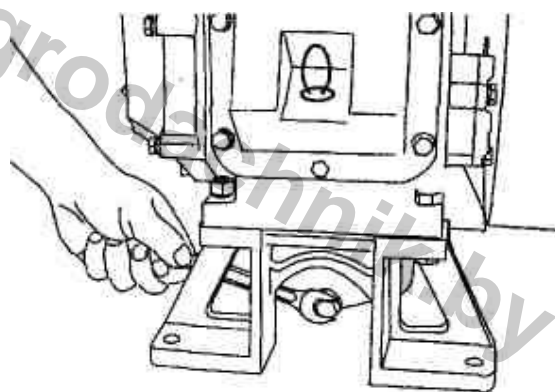

Рис.30
1. Слейте масло через сливное отверстие в картере (рис.30). После этого, установите обратно пробку. Эту операцию необходимо проводить, когда двигатель заглушен и температура масла еще высокая.